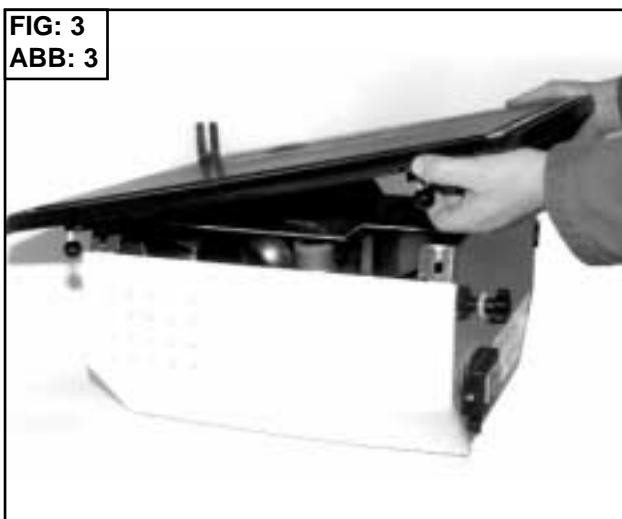

FIG: 4
- Levantar as duas fixações nas extremidades do guia (**Fig.4**).